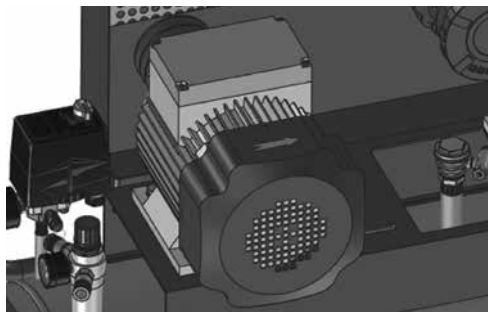

Рис. 4
**ВНИМАНИЕ!** При электрическом подсоединении компрессоров с трехфазным электродвигателем особое значение имеет чередование фаз, так как это определяет направление вращения вала электродвигателя, которое должно соответствовать направлению, указанному на стрелке, расположенной на крышке вентилятора электродвигателя (Рис. 4).